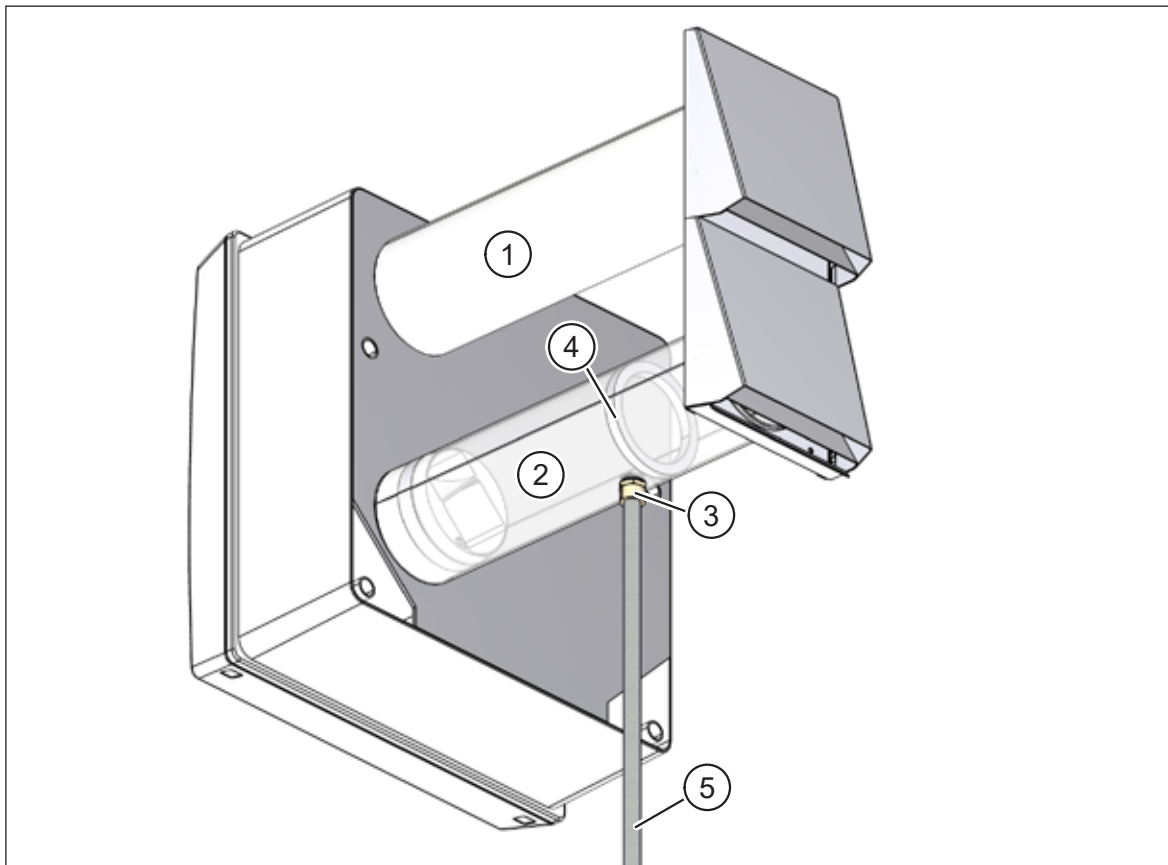

Abb. 20: Kondensatabführung am Fortluftrohr
- Außenluftrohr, DN 100, 0,5 m (Pos. 1 in Abb. 20)
- Fortluftrohr DN 100, 0,5 m (Pos. 2 in Abb. 20), mit 1/2“-Außengewindeanschluss (Pos. 3 in Abb. 20) und Barriere (Pos. 4 in Abb. 20) zum Rückhalten des Kondensats.
- Schützen Sie das Kondensatableitungsrohr (Pos. 5 in Abb. 20) in kalten Regionen vor Frost, z. B. durch Verlegung hinter der Fassadendämmung.